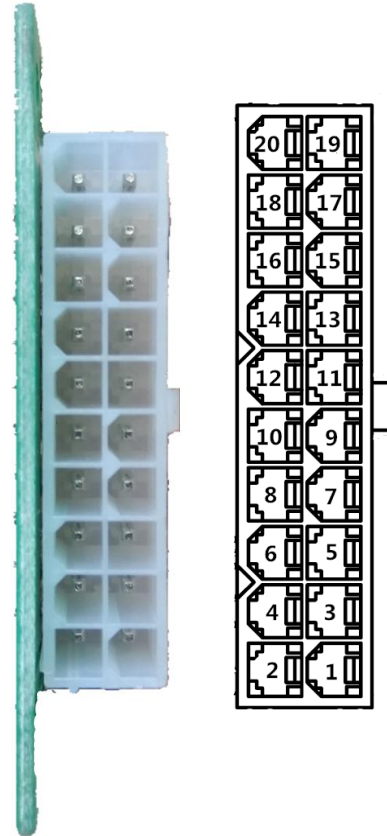

图 2.2 J5 端子序号图
**注意：J5 端子请参照图 2.2 和下表进行配线，请勿参考配套插头上的序号！**